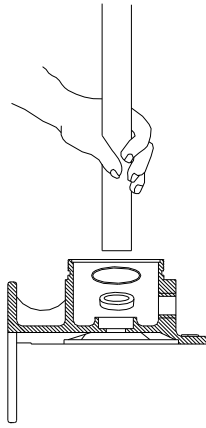

Figure 15
6. Si le joint ne se situe pas correctement après le re-nettoyage de la cavité, placer une rondelle de carton sur la surface polie du joint et presser soigneusement en place avec un tuyau standard et propre 3 / 4" comme une presse (Voir Figure 15 à la page 8).